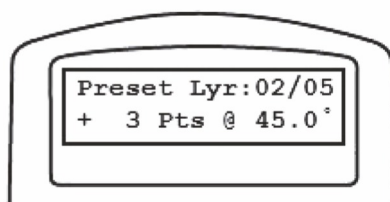

Рис. 34
2. Пульт управления предложит произвести редактирование предварительной настройки уровней. Для перехода к редактированию, нажмите клавишу «**1**». На ЖК-экране пульта управления отобразятся существующие предварительно настроенные уровни. В верхней строке экрана отображается текущий уровень и общее количество используемых уровней. На второй строке отображается количество кадров, получаемых для одного полного оборота монтировки на угол 360 ° на текущей высоте. В примере, показанном на **рис. 34**, текущий уровень 2, общее количество уровней 5, и монтировка получает 3 кадра на высоте 45 ° выше начального положения. Для просмотра параметров каждого уровня, воспользуйтесь клавишами прокрутки. Для корректировки параметров каждого уровня, нажмите клавишу «**ENTER**».